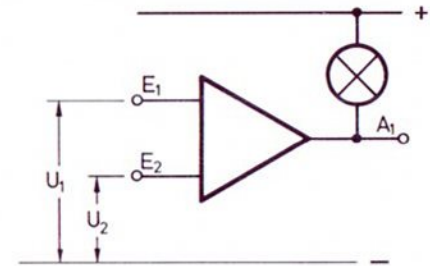

Bild 64.2
**Prinzip nach Bild 64.2** Ein wesentliches Merkmal unseres Operationsverstärkers ist: Ob das Signallämpchen leuchtet oder nicht (und damit, ob das über  $A_1$  und  $E$  angeschlossene Relais des Relais-Bausteins angezogen hat oder nicht), hängt von den relativen Spannungsverhältnissen an beiden Eingängen ab. Zunächst sei behauptet: Ist die Spannung zwischen  $E_1$  und „-“ (Eingang 1) kleiner als die Spannung zwischen  $E_2$  und „-“ (Eingang 2), so leuchtet das Signallämpchen (und das über „ $A_1$ “ - „ $E$ “ angeschlossene Relais des Relais-Bausteins zieht an.) Ist die Eingangsspannung  $U_1$  jedoch größer als die Spannung  $U_2$ , so leuchtet das Lämpchen nicht und das Relais des angeschlossenen Relais-Bausteins ist abgefallen.